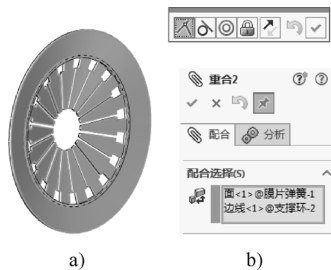

图 6-51 为零部件添加重合配合约束
STEP 6 单击“装配体”工具栏中的“配合”按钮, 选择新导入的支撑环的一条外边线和膜片弹簧的内表面，添加重合配合约束，如图 6-51 所示。